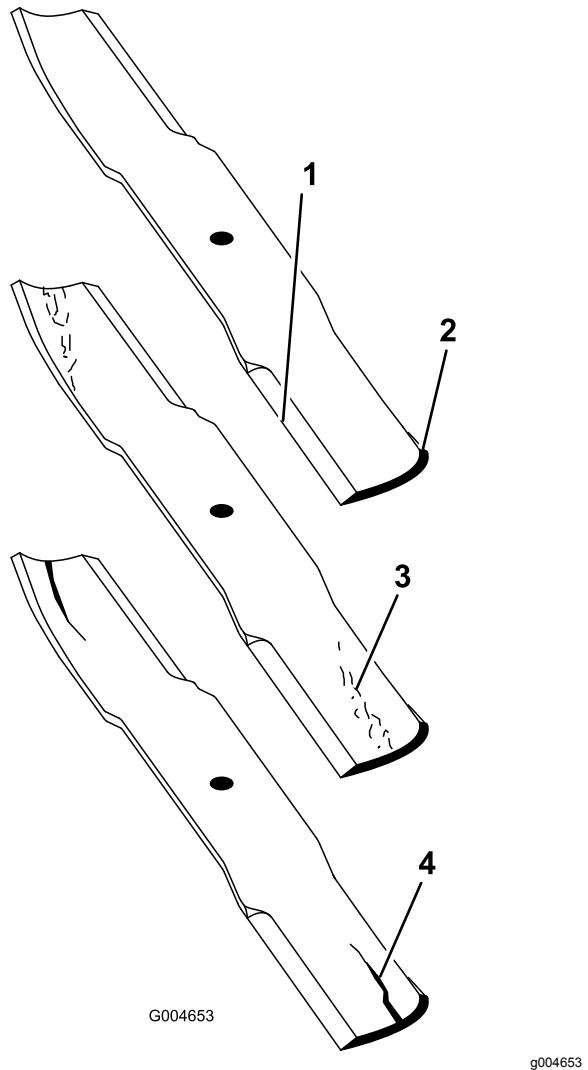

Figure 117
2. Examinez attentivement les tranchants de la lame, particulièrement au point de rencontre des parties plane et de l'ailette (Figure 117).
**Remarque:** Le sable et les matières abrasives peuvent éroder le métal à cet endroit, c'est pourquoi il est important de contrôler l'état de la lame avant d'utiliser la tondeuse. Remplacez la lame si elle semble usée (Figure 117).